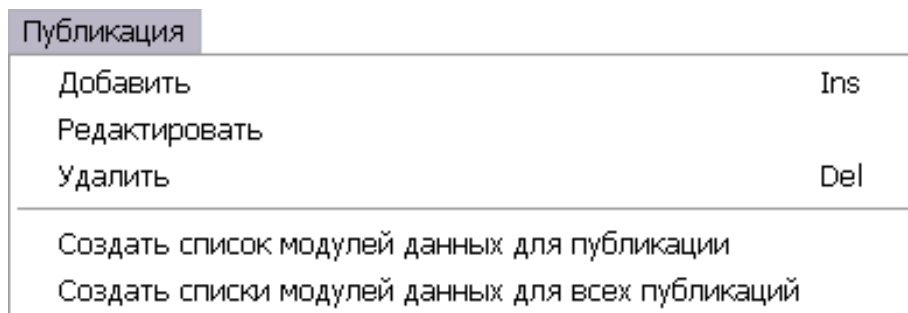

Рис. 241
3. Выберите меню **Публикация**. После этого откроется выпадающее меню (рис. 241).